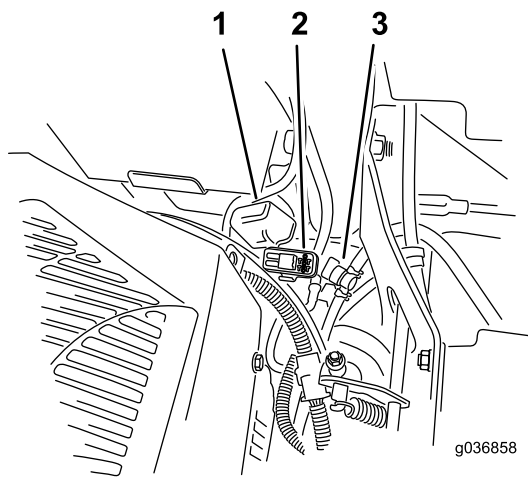

図 56
注 MyRide マシンでは、アースケーブルがトレーリングアームや下側ショックマウントにこすれないことを確認してください 図 56。
ヒューズは運転席右側のコンソールの中にある 図 56。
2. 新しいヒューズを取り付ける 図 56。